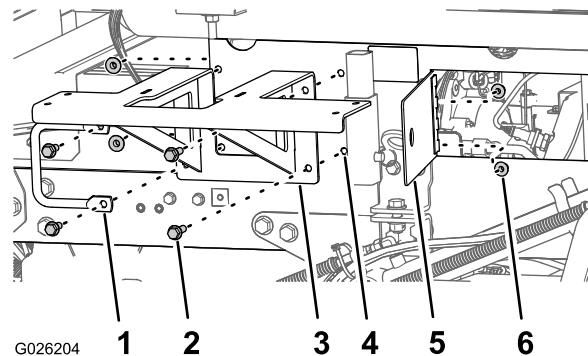

Figura 2
2. Aprite la porta di accesso al motore nella guida del serbatoio sinistro (Figura 2).
3. Allineate i fori nella manopola di sollevamento con i fori anteriori della staffa di montaggio del tracciafile schiumogeno (Figura 2).
4. Allineate i fori nella manopola di sollevamento e nella staffa di montaggio del tracciafile schiumogeno con i 2 fori anteriori della guida del telaio del serbatoio (Figura 2).
5. Fissate la manopola e la staffa di montaggio (Figura 2) con i 4 bulloni a testa flangiata (3/8 x 1-1/4 poll.) e 4 dadi di bloccaggio flangiati (3/8 poll.).
7. Chiudete la porta di accesso al motore (Figura 2).